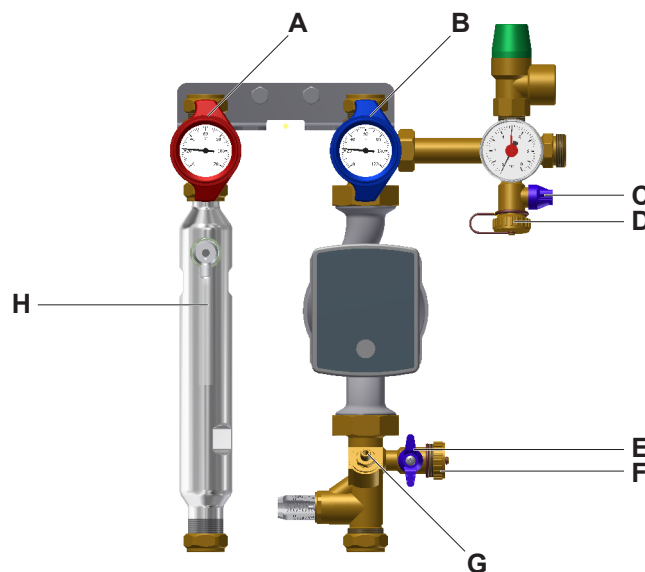

Fig. 7: Raccordo di riempimento e lavaggio
- Aprire il rubinetto a sfera (pos. C, vedere Fig. 7 a pag. 12) sulla mandata.
- Aprire il rubinetto a sfera di mandata (rubinetteria multifunzione, pos. A, vedere Fig. 7 a pag. 12) ruotando l'impugnatura a termometro (vedere posizioni dell'impugnatura a termometro a pag. 6).
- Chiudere il rubinetto a sfera di ritorno (rubinetteria multifunzione, pos. B, vedere Fig. 7 a pag. 12) ruotando l'impugnatura a termometro (vedere „posizioni dell'impugnatura a termometro“ a pag. 6)
L'rubinetteria multifunzione di mandata e di ritorno (rubinetteria multifunzione, pos. B, vedere Fig. 7 a pag. 12) all'occorrenza può essere aperta di 45° (posizione di svuotamento, vedere Fig. 7 a pag. 12).
- Aprire la valvola di regolazione/chiusura (pos. G, vedere Fig. 7 a pag. 12).
- Durante il processo di lavaggio e riempimento, aprire per 2-3 volte il rubinetto a sfera di ritorno (rubinetteria multifunzione, pos. B, vedere Fig. 7 a pag. 12) per disareare la pompa di circolazione.
- Chiudere il rubinetto di riempimento e svuotamento (pos. E, vedere Fig. 7 a pag. 12).
- Chiudere il rubinetto di riempimento e svuotamento (Pos. C, vedere Fig. 7 a pag. 12)
- Aprire il rubinetto a sfera di ritorno (rubinetteria multifunzione, pos. B, vedere Fig. 7 a pag. 12) ruotando l'impugnatura a termometro (vedere „posizioni dell'impugnatura a termometro“ a pag. 6).
- Rimuovere il tubo di riempimento (tubo flessibile di pressione) della pompa di lavaggio e carico esterna dalla mandata (pos. C, vedere Fig. 7 a pag. 12), il tubo di lavaggio dal ritorno (pos. F, vedere Fig. 7 a pag. 12) della valvola di sicurezza e avvitare i tappi di chiusura sui raccordi.
- Aprire completamente i rubinetti a sfera di mandata e di ritorno (rubinetteria multifunzione, pos. A+B, vedere Fig. 7 a pag. 12).